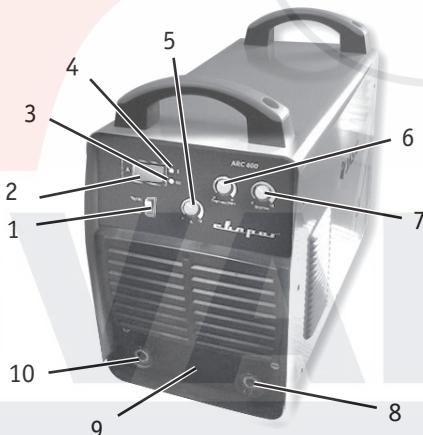

Рис. 1.1
2. Подсоедините сварочные кабели. На передней панели сварочного аппарата имеются две панельных розетки «+» и «-» (8 и 10) (**рис. 1.1**). Существует два способа подключения сварочных принадлежностей:
4. Установите способ сварки ММА с помощью регулятора (1) (**рис. 1.1**).
5. Установите требуемую величину сварочного тока с помощью регулятора (5) (**рис. 1.1**). Устанавливайте значения сварочного тока, в зависимости от диаметра электрода, типа материала, требований технологического процесса и нормативной документации
6. Установите значение «горячего старта» (6) (**рис. 1.1**). Регулируя величину «горячего старта» добейте, чтобы зажигание дуги происходило легко, с одного касания, а электрод не прилипал к металлу.
7. Установите значение «форсажа дуги» (7) (**рис. 1.1**). Регулятор форсажа дуги служит для облегчения процесса сварки, особенно при малых значениях сварочного тока, установите значение форсажа дуги в зависимости от конкретных условий сварки.
Аппараты данной серии предусматривают возможность подключения пульта дистанционного управления. При использовании пульта дистанционного управления, подключите кабель дистанционного управления в соответствующий разъем в нижней части передней панели сварочного аппарата (9) (**рис. 1.1**) и зафиксируйте его.
1. Выберите режим TIG на передней панели аппарата. (1) (**рис. 1.1**).
2. Вставьте разъем горелки со специальным силовым наконечником с подводом газа в соответствующий разъем со знаком «-» (8) (**рис. 1.1**) на панели аппарата, поверните его до упора по часовой стрелке, плотно зафиксируйте.
3. Вставьте обратный кабель в гнездо, помеченное знаком «+» (10) (**рис. 1.1**) на передней панели, закрутите ее по часовой стрелке. Закрепите заземляющий зажим на заготовке.
6. Установите требуемую величину сварочного тока с помощью регулятора (5) (**рис. 1.1**) Обычно, значения сварочного тока устанавливают, в соответствии с толщиной заготовки и присадочным материалом.